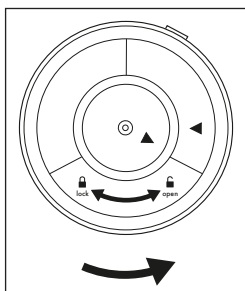

Fig. 1
2. Vend hoveddelen 7 på hovedet for at få adgang til lukningen til batterirummet 13. Drej lukningen til batterirummet 13 imod urets retning mod **open** , indtil lukningen til batterirummet 13 kan tages af (se fig. 1).